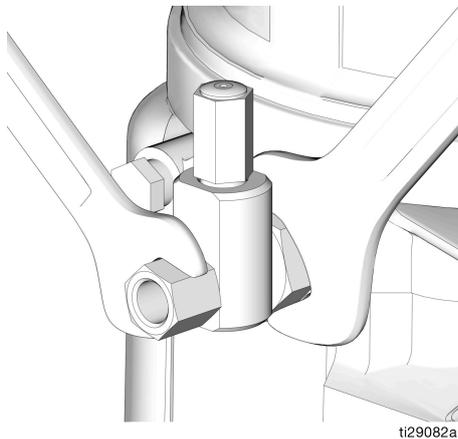

FIG. 32
1. Desserrer le raccord d'élément de pompe (FIG. 32).
3. Serrer le raccord d'élément de pompe à l'aide de deux clés travaillant dans des directions opposées (FIG. 32).